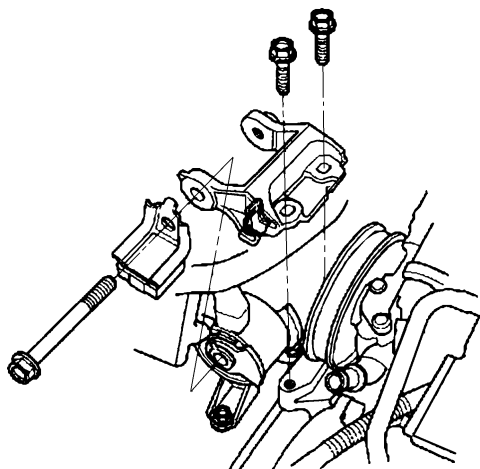

图 23-75 拆卸发动机侧面安装支架上半部分
- 7) 如图 23-75 所示，拆下发动机侧面安装支架的上半部分。